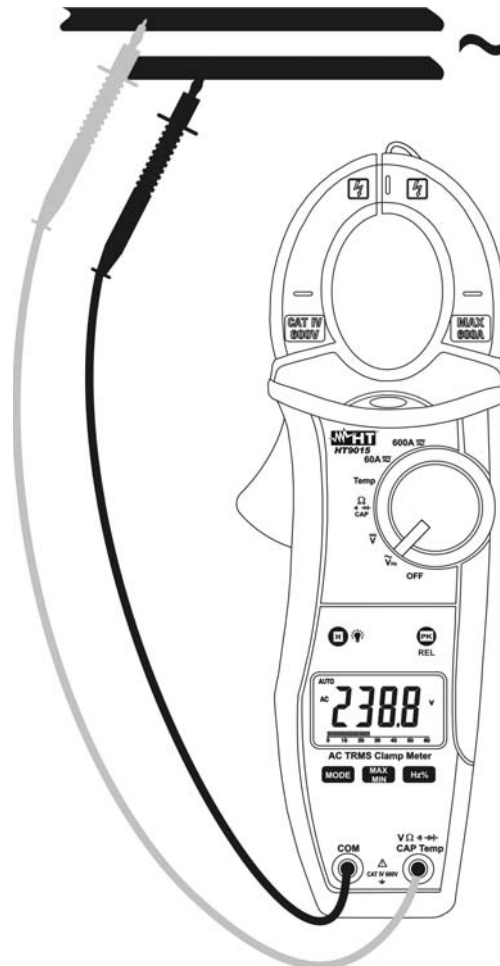

Fig. 3: Uso della pinza in misura di Tensione AC
3. Inserire il cavo rosso nel terminale di ingresso  $V\Omega\text{ } \rightarrow \text{CAPHz\%Temp}$  e il cavo nero nel terminale di ingresso **COM** (Fig. 3)